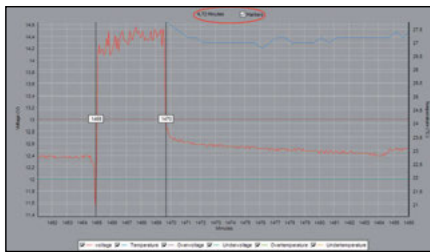

Abbildung 18: Marker
Schritt 8: Der Benutzer kann mit den Markierungslinien, die links und rechts von der Grafik stehen, herausfinden, wie lange ein bestimmter Zeitraum in der Grafik gedauert hat. Die Marker werden aktiviert, wenn der Benutzer die Marker über der Grafik angekreuzt. Wenn die Marker nicht mehr benötigt werden, kann der Benutzer diese wieder deaktivieren, indem das Kreuz gelöscht wird. Durch Versetzen der Marker wird über der Grafik (Abbildung 18) angegeben, wie lange der Zeitraum zwischen den beiden Markern gedauert hat. Die Zeiteinheit wird über das Zeiteinheitsbedienfeld (Abbildung 6) bestimmt.